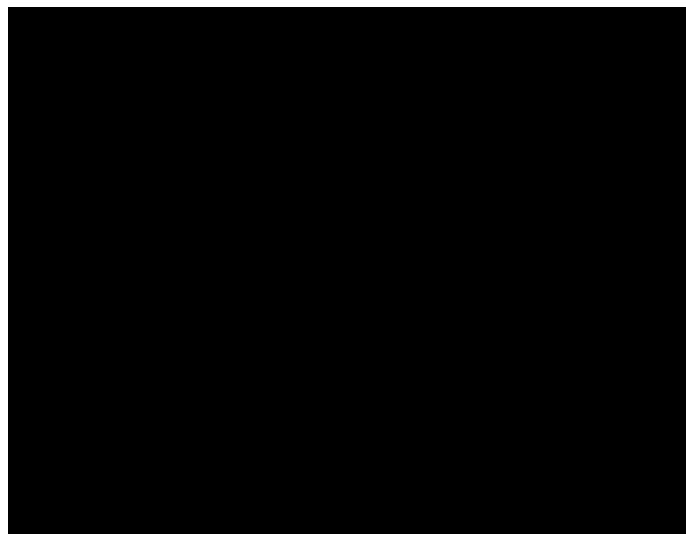

Fig.39
**Soluzione:** si utilizzerà un controllo a 4 uscite (IRxxZ); si sfrutteranno due uscite per la regolazione (OUT3 e OUT4), e una per la remozione dell'allarme (OUT1). L'uscita OUT2 sarà utilizzata per disattivare le uscite OUT3 e OUT4 quando  $T_2 < 8^\circ\text{C}$ . Per far ciò è sufficiente, a livello di collegamento elettrico, porre OUT2 in serie con OUT3 e OUT4, quindi rendere attiva OUT2 solo quando NTC1 ( $T_2$ ) è superiore a 8°C; (vedere schema sottostante fig. 39).